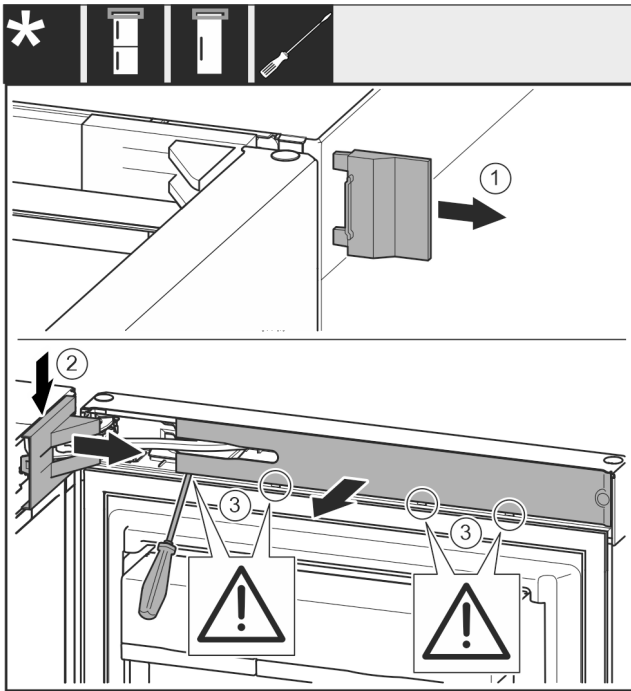

Fig. 8
- ▶ Tag den udvendige afdækning af Fig. 8 (1)
- ▶ Klik hængselkonsollens afdækning ud, og løsn den. Tag hængselkonsollens afdækning af Fig. 8 (2)
- ▶ Løsn blindpladen med en flad skruetrækker, og drej den til side. Fig. 8 (3)